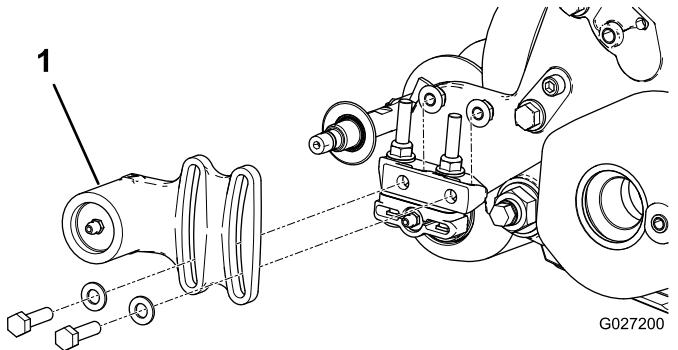
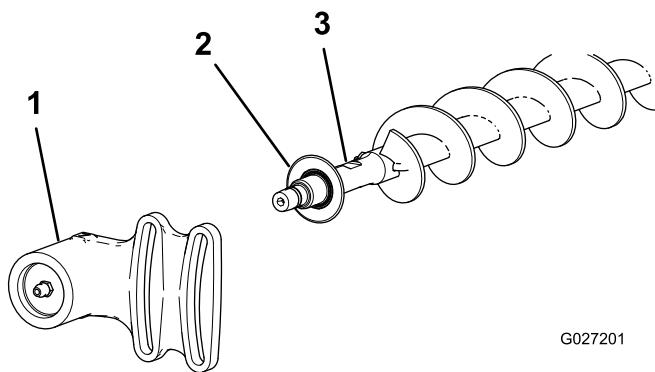

Figure 18
Figure 19
1. Si une brosse à rouleau est montée sur l'unité de coupe, enlevez les 2 boulons, rondelles et écrous qui fixent le logement de roulement libre au support de fixation du logement de roulement (Figure 18 et Figure 19).
2. Faites glisser le logement de roulement libre et le joint d'étanchéité pour les déposer de l'arbre de la brosse (Figure 19).
- 9. Montez le joint d'étanchéité et le logement de roulement libre sur l'arbre de brosse (Figure 19).